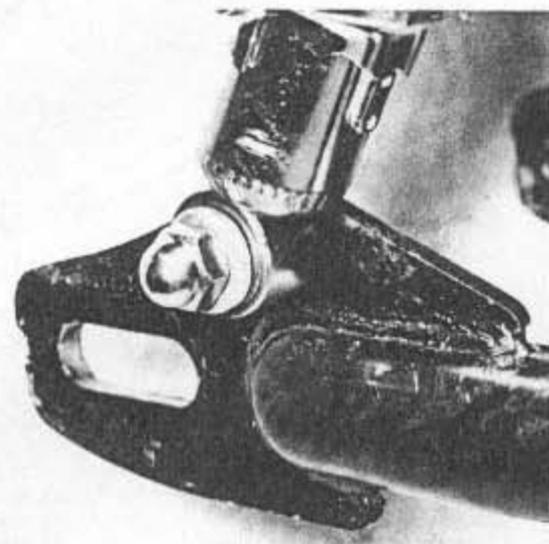

Bild 238
- Man entferne die beiden Muttern, welche die beiden Federbeine an ihren unteren Anlenkpunkten an der Schwinge sichern (Bild 238). Die Federbeine lässt man einfach am Rahmen hängen, es müssen nur die oberen Muttern etwas gelockert werden, damit sie sich frei bewegen lassen, was den Wiederaufbau erleichtert.